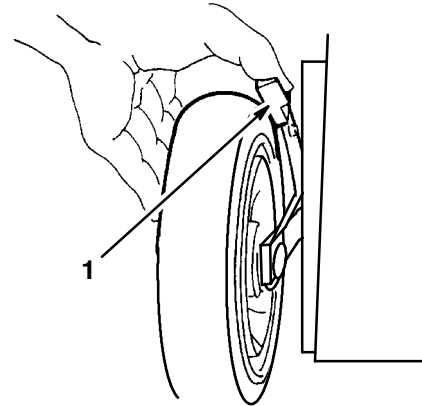

Figure 19
4. Serrer le levier de hauteur de coupe contre la roue et l'amener dans la position voulue (Fig. 19). Vérifier que l'ergot du levier est bien engagé dans l'encoche du carter de tondeuse.